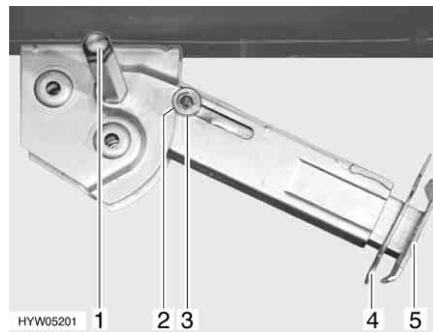

Fig. 29 Apoyo de elevación
- Colocar la llave de vaso en el hexágono (Fig. 29,1) y girarla hasta que el apoyo de elevación quede verticalmente hacia abajo.
- Extraer la clavija hendida (Fig. 29,4) de la prolongación del pie de apoyo (Fig. 29,5).
- Colocar la llave de vaso en el hexágono (Fig. 29,1) y girarla hasta que el apoyo de elevación esté de nuevo libre del suelo.
- Introducir totalmente la prolongación del pie de apoyo (Fig. 29,5) e introducir la clavija hendida (Fig. 29,4) en el orificio previsto para ello que hay en la prolongación del pie de apoyo.
- Girar con la llave de vaso en el hexágono (Fig. 29,1) hasta que el apoyo de elevación bascule hacia arriba y la arandela de guía (Fig. 29,3) esté totalmente introducida en la entalladura (Fig. 29,2).